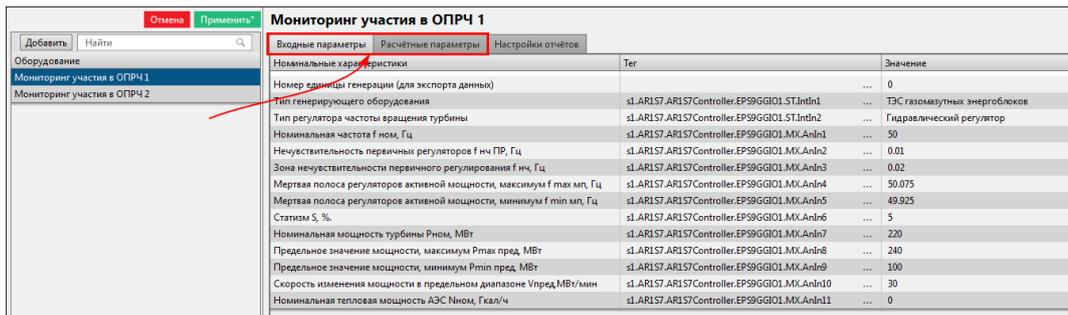

Рисунок 343 - Входные и расчетные параметры
10. Для каждого объекта участия в ОПРЧ назначены **Входные параметры** и **Расчетные параметры** на соответствующих вкладках (Рисунок 343). Теги к параметрам создаются и привязываются